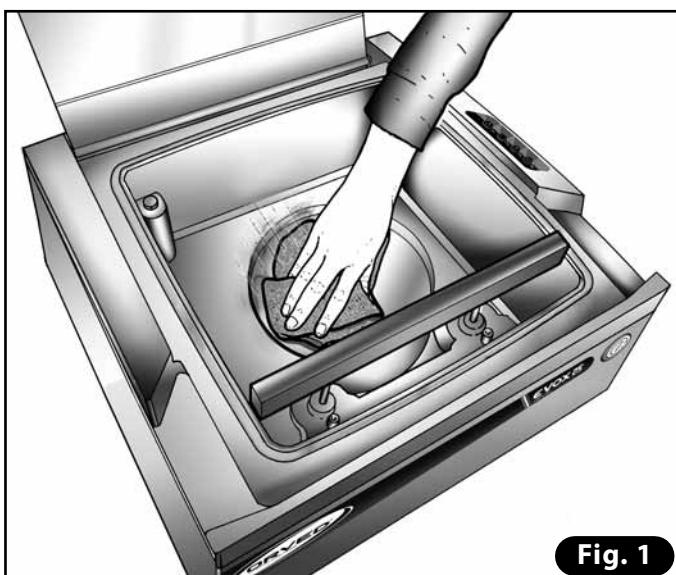

Fig. 1
8.1.3 PULIZIA CAMERA A VUOTO (Fig. 1)